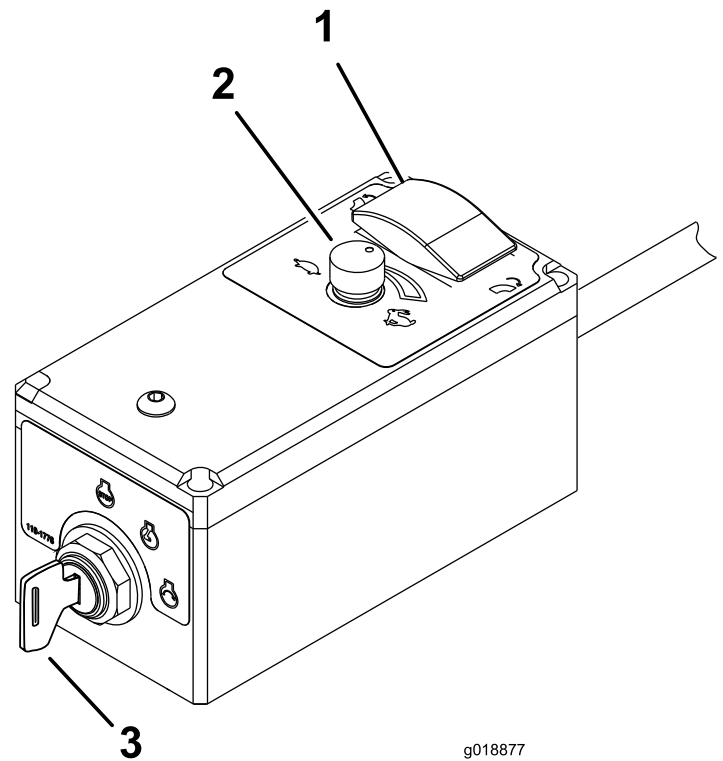

Figura 10
3. Girate la chiave di accensione del motore in senso orario, in posizione START, per avviare il motore e una volta avviato rilasciatela (Figura 10).
3. Se lasciate la macchina, girate la chiave del motore in posizione SPENTO e toglietela dall'interruttore (Figura 10).